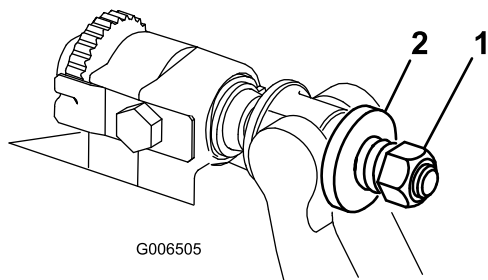

Figure 32
4. Serrez l'écrou de tension du ressort jusqu'à ce que le ressort soit complètement détendu, puis desserrez-le d'un demi-tour (Figure 32).